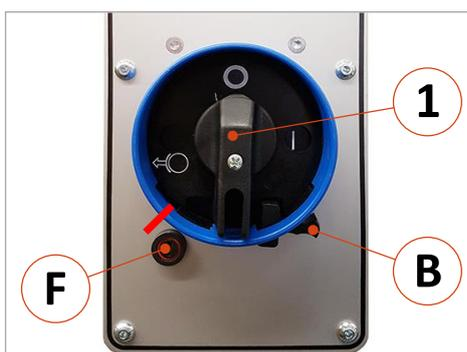

Abbildung 13: Maschinenschalter
- Drehschalter (1) einschalten (Stellung „I“) und warten, bis die Maschine ihre volle Drehzahl erreicht hat.
- Drehschalter (1) ausschalten (Stellung „O“) → Maschine wird abgebremst.
- Drehschalter (1) ausschalten (Position „O“).
- Sperr-Riegel (B) nach links (siehe rote Markierung in ⇒ Abbildung 13) schwenken.
- Drehschalter (1) ganz nach links drehen → Bremse wird gelüftet (Verweilzeit = 10 s).